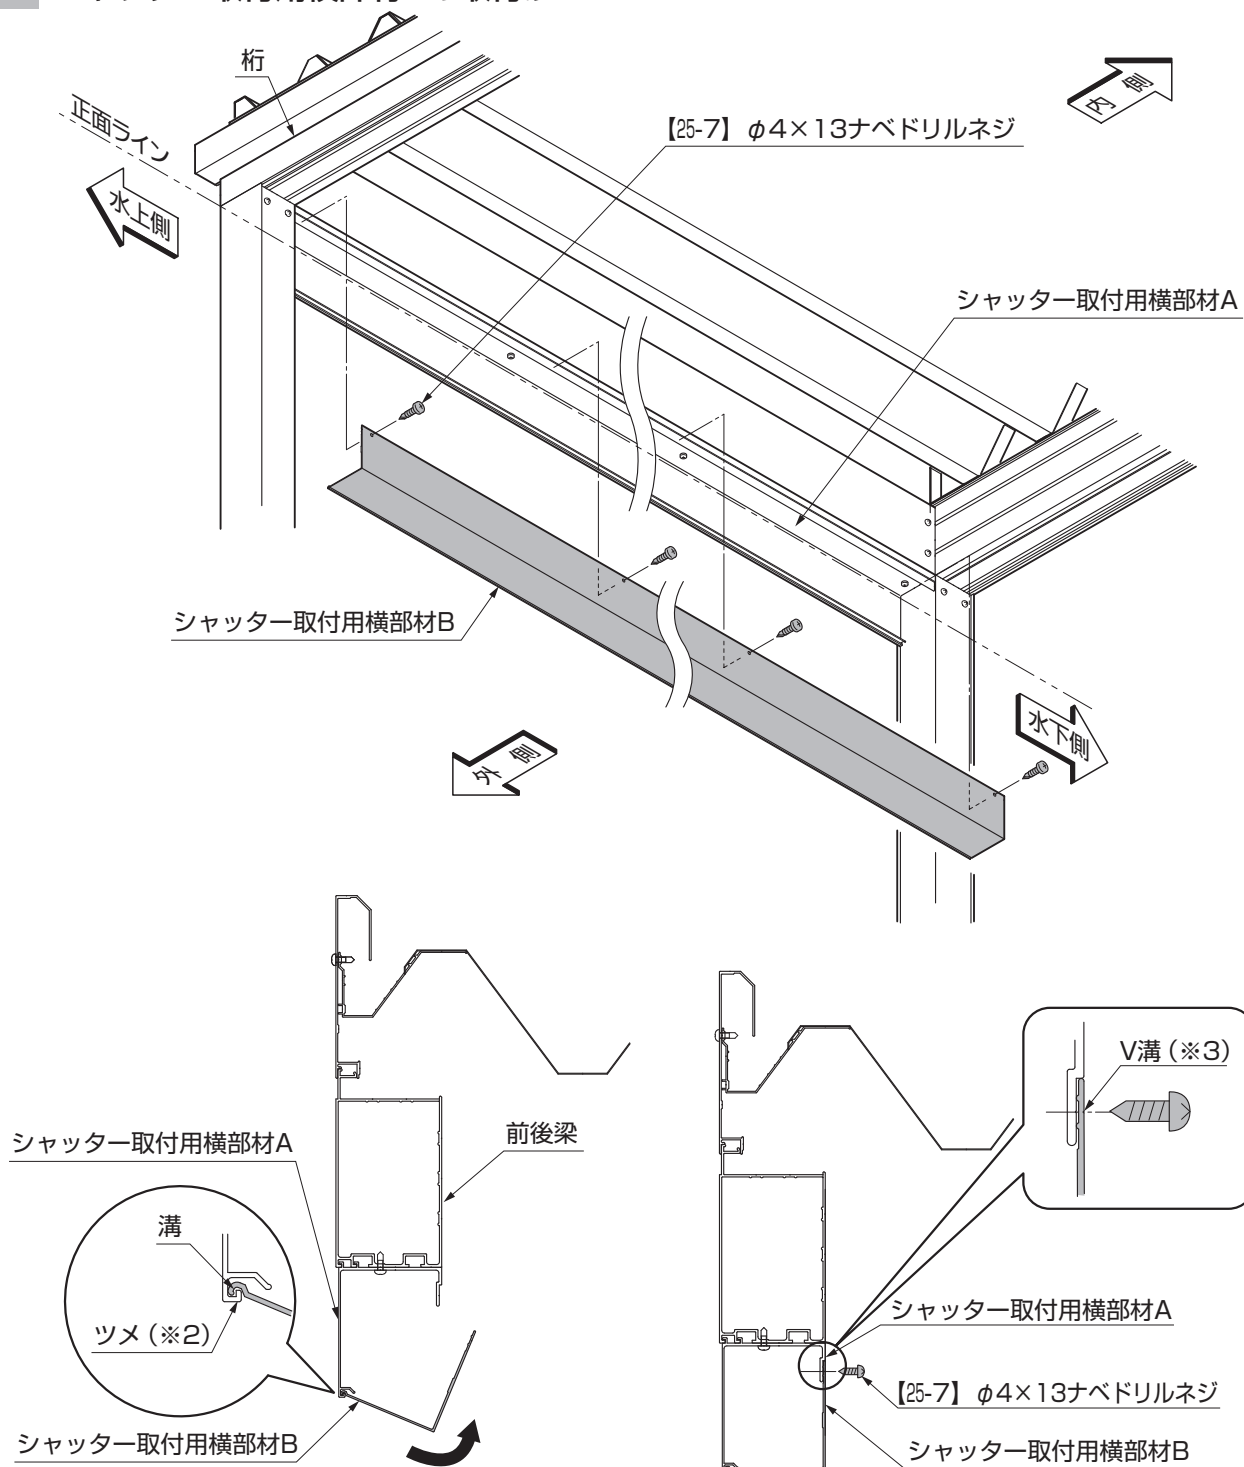

図2-2 シャッター取付用横部材Bの勘合
- ① シャッター取付用横部材Bの溝をシャッター取付用横部材Aのツメ (※2) に引っ掛けて持ち上げ、シャッター取付用横部材AのV溝 (※3) に【25-7】で固定してください。(図2-2、図2-3参照)